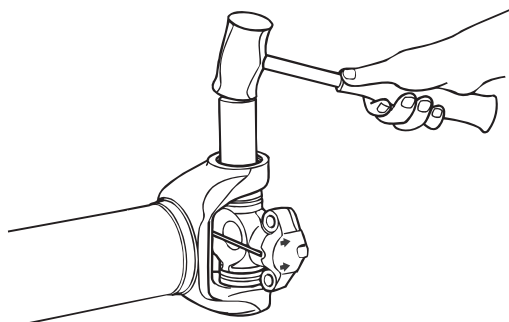

Figura 4.5
2. Si es necesario, use un punzón de latón y golpee suavemente el centro del buje para ayudar en la remoción de aro elástico. Figura 4.5.